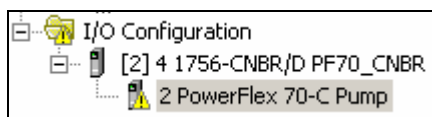

图 4-65 I/O 配置错误提示
14. ControlNet 网络规划结束。这时在 I/O Configure 中仍会出现如下的情况，如图 4-65 所示。